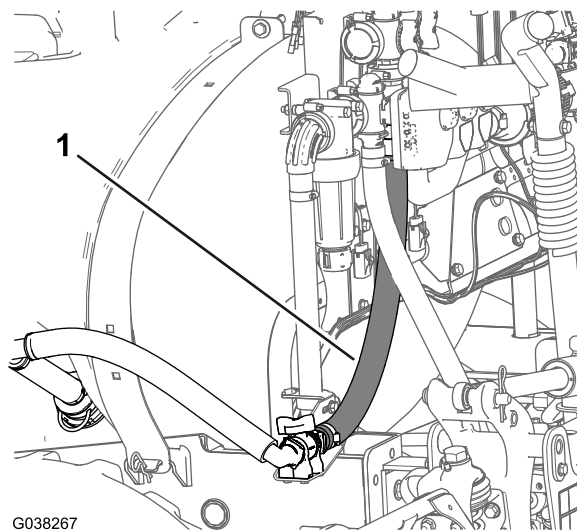

图67
2. 将软管铺设到搅拌节流阀上 图67。
- 使用随软管提供的卡环将搅拌供水软管的快速连接直通宝塔形接头安装到搅拌节流阀的快速联轴器上图67。